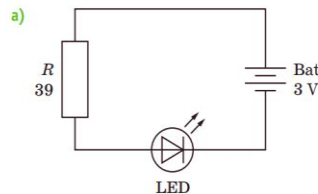

Рис. 4.4. Подключение светодиода: а — принципиальная схема; б — внешний вид
2. Соберите электрическую цепь согласно принципиальной схеме (Рис. 4.4, а). У вас должно получиться как на рисунке 4.4, б.